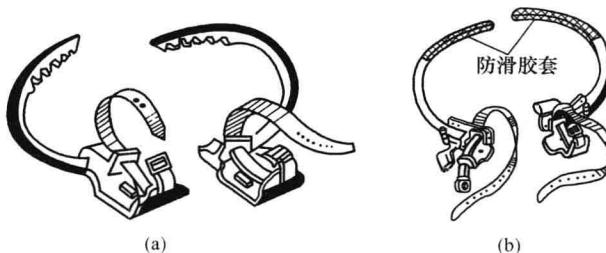

图 1-20 脚扣
(2) 脚扣。脚扣也是用来攀登电杆的工具，主要由弧形扣环、脚套组成，分为木杆脚扣和水泥杆脚扣两种，如图 1-20 所示。使用脚扣登杆时，要首先检查脚扣有无损坏，型号是否适合，使用时要平着挂（套挂）、斜着蹬。